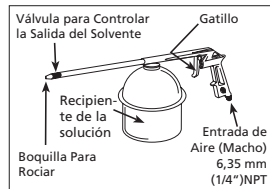

Figura 1 - Características de la Pistola Para Limpiar
2. Corrosión	2. Desconecte el recipiente de la herramienta y añada dos gotas de solvente mineral en el tubo de entrada del sifón de la herramienta, después de cada uso. (Vea la Figura 1)